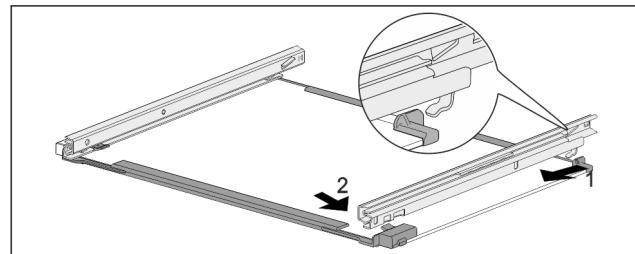

Fig. 71 Стеклянная пластина с направляющими
- Засцепите направляющую сзади. Fig. 71 (1)
- Зашелкните направляющую спереди. Fig. 71 (2)